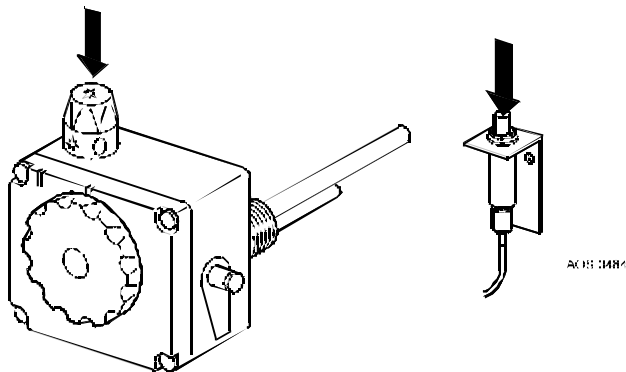

Abbildung 6 - Bedienung des Gassteuerblocks
4. Den Bedienungsknopf gedrückt halten und den Piezo-Zünder einige Male betätigen, bis die Wachflamme brennt (siehe Abbildung 6);